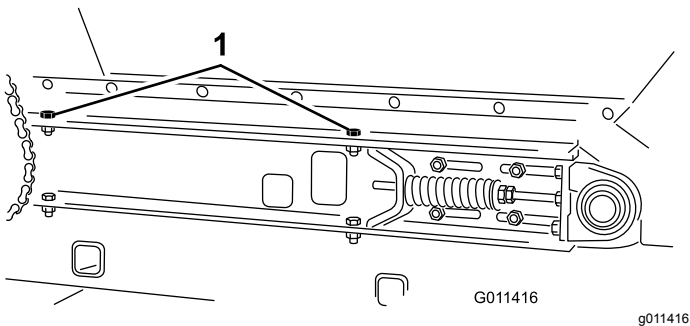

Figure 32
4. De chaque côté de la machine, retirez les 2 vis, rondelles et écrous qui fixent la trémie au plateau coulissant (Figure 32).